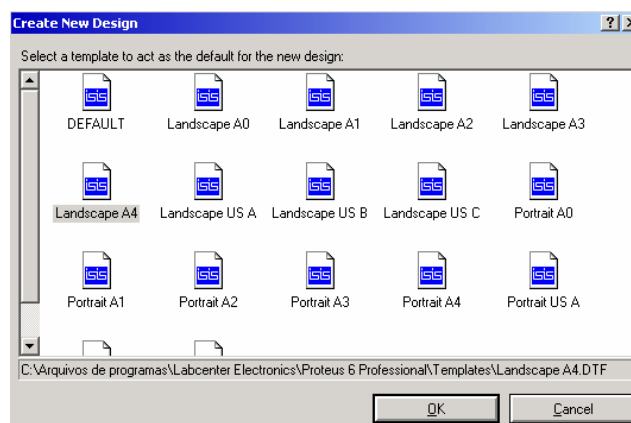

Figura 6: Janela *Create a New Design*, para seleção do *template* desejado.
2. Utilizando o comando **File > New Design**, iremos acessar a janela **Create New Design**, como ilustrado na figura 6, onde temos os **templates** disponíveis no ISIS.